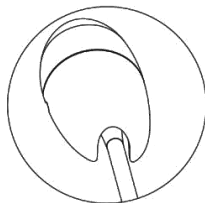

Fig. 1-9 (iONA Vista+)
2) După ce ați confirmat că cablul de date al camerei este conectat corect, scoateți capacul inferior al cablului camerei din ambalaj și asamblați-l așa cum se arată în Fig 1-9.